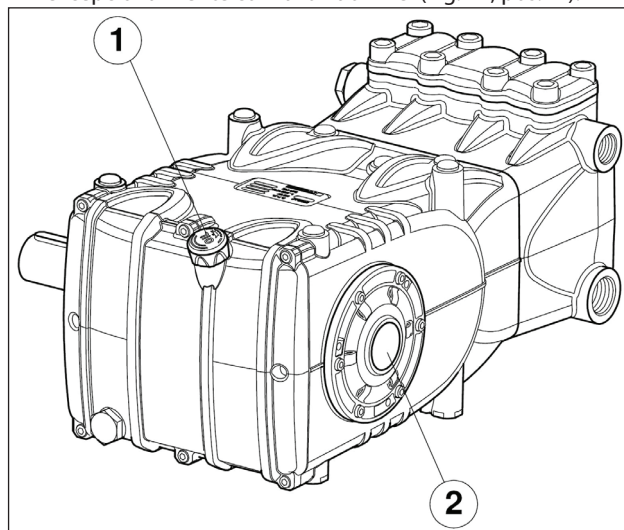

Fig. 14
5. O óleo no cárter da bomba esteja no nível, verificando-o com a vareta adequada (Fig. 14, pos. ①) e, excepcionalmente com a luz do nível (Fig. 14, pos. ②).